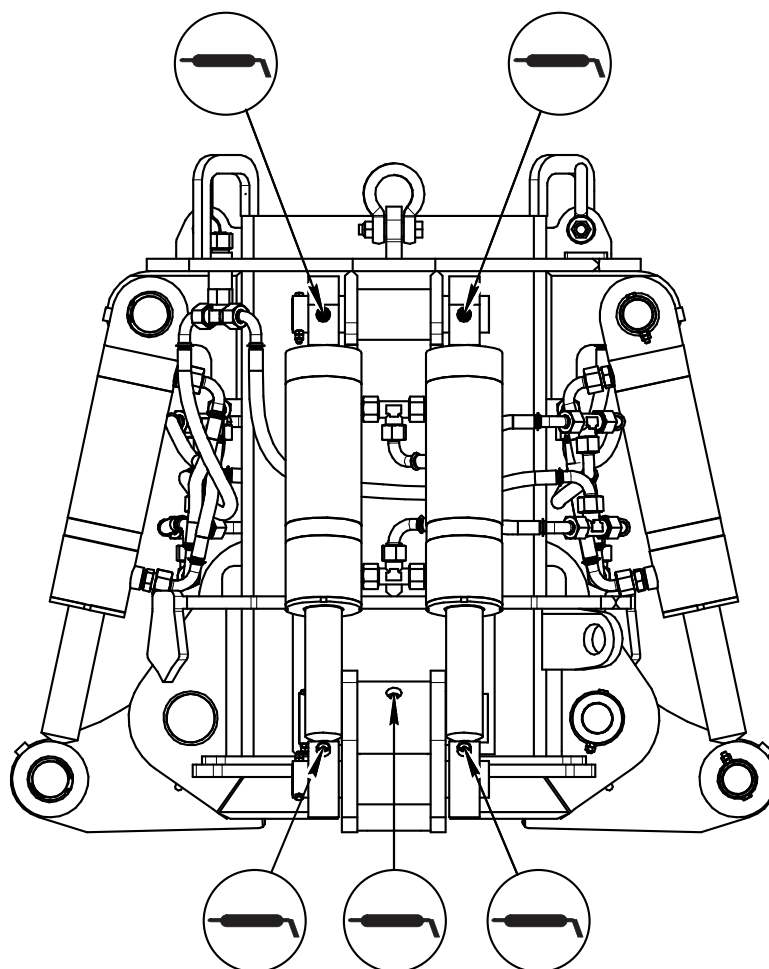

Рис. 5. Карта смазки сваерезки
- проверить и смазать подшипники, установленные в проушинах гидроцилиндров, а также пальцев крепления и движения челюстей (Рис. 5) смазкой Литол-24 или аналогом (частота смазывания зависит от эксплуатации), но не реже одного раза в неделю.